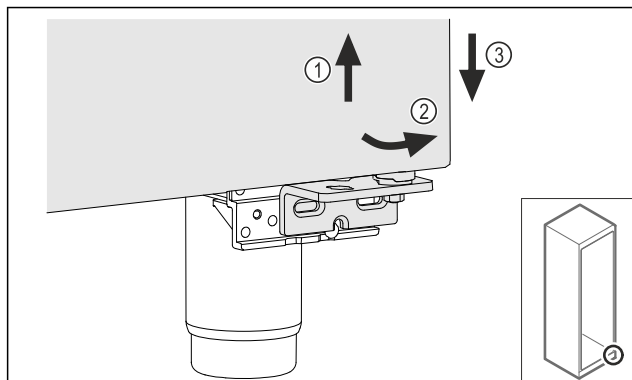

Fig. 16
- ▶ Vrata rahlo dvignite Fig. 16 (1) in jih spodaj nagnite Fig. 16 (2) ter spustite Fig. 16 (3).